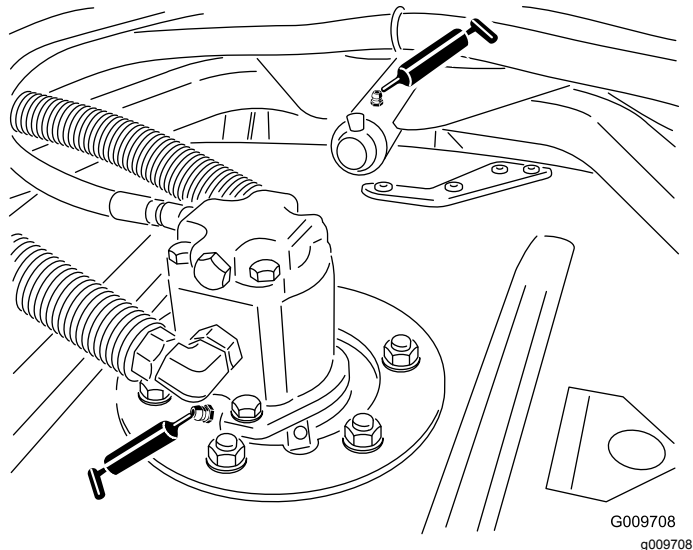

Figure 30
- Roulements d'axes de pivots de plateau de coupe (2 par plateau) (Figure 30)
- Bagues de bras de bâti porteur de plateau de coupe (1 par plateau) (Figure 30).